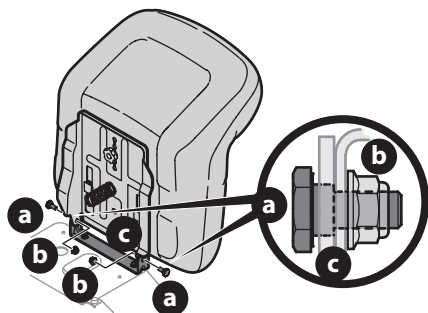

Figura 9
6. Instale los dos pernos con reborde (a) y las tuercas de seguridad (b) que extrajo del soporte de montaje del asiento (c) en el Paso 1 (Figura 9).
NOTA: compruebe que el reborde del perno quede completamente embudido en el soporte del asiento cuando sujete la tuerca de seguridad (círculo en la Figura 9).